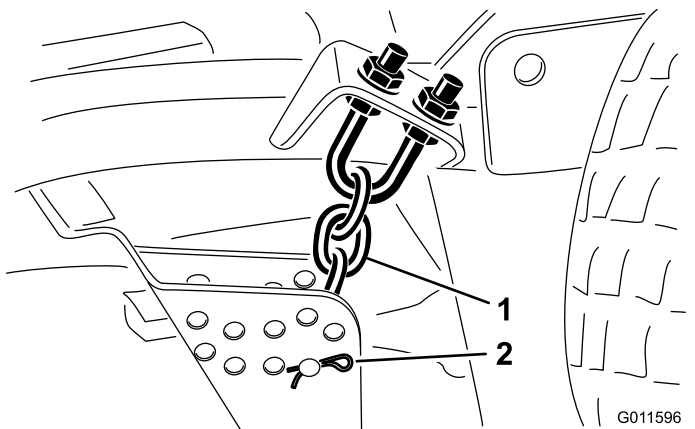

Figura 21
8. Retire o perno de gancho e pino de segurança que fixam as correntes da altura de corte à traseira da plataforma do cortador (Figura 21).